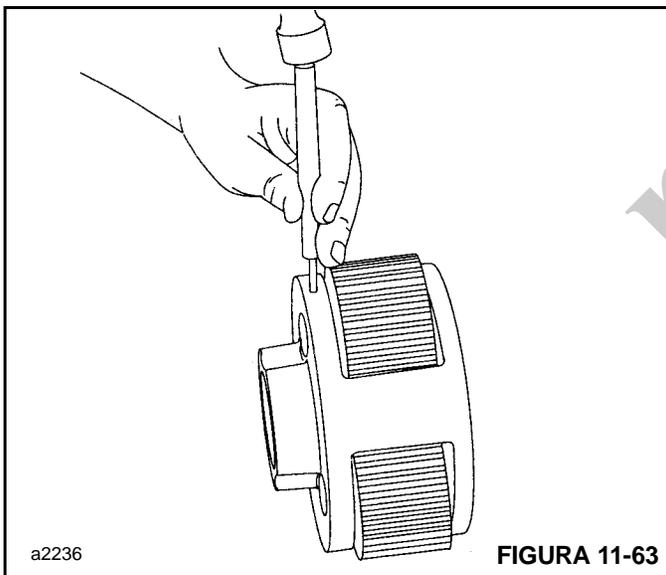

FIGURA 11-63
1. Remova as engrenagens planetárias forçando os pinos elásticos para dentro do centro dos eixos planetários (Figura 11-63).